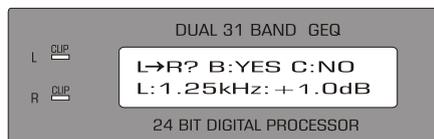

Figura 7: Selección copia
6. En el menú principal, presione 5, si pulsa C, entra en el modo de copia de frecuencia desde el canal L a R como la figura 7, si presiona B la ganancia es copiada de canal L a R, la pantalla regresa al menú principal, al presionar C la copia se cancela.